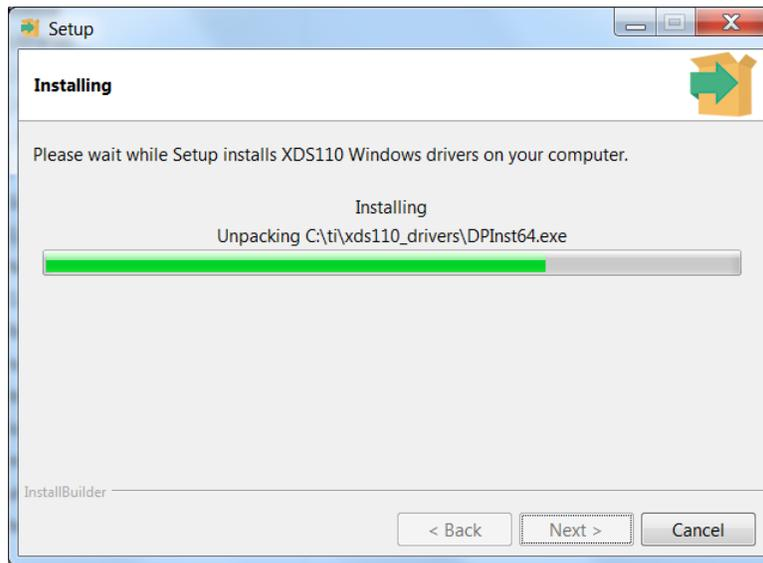

图 8. XDS110 驱动程序安装完成
4. 安装完成后，单击完成 (Finish) 按钮 (图 8)。